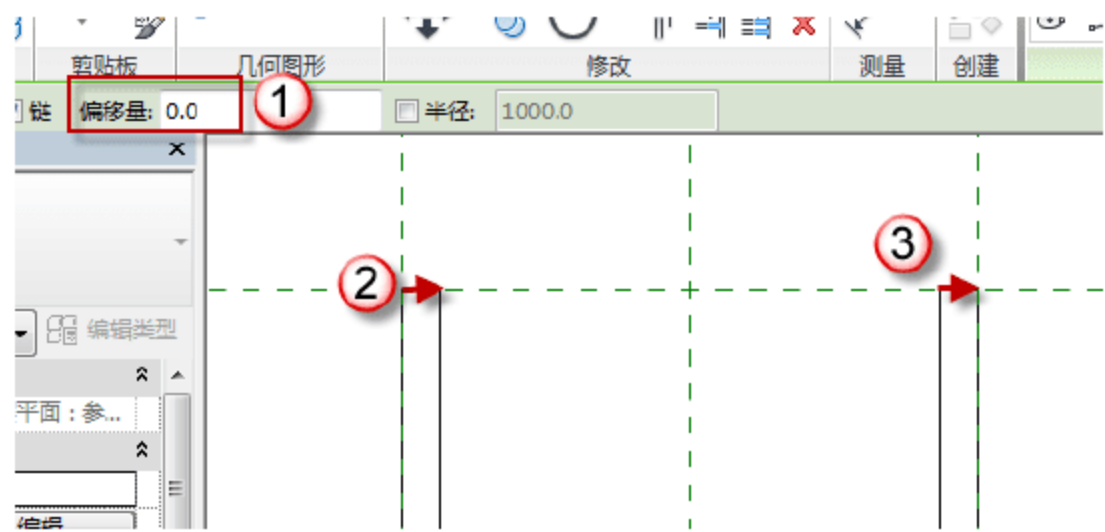

图 12.2.7 完成檐口的绘制
(7) 完成檐口的绘制。在“偏移量”后将“20”改为“0”，然后绘制直线，将檐口的轮廓闭合，如图 12.2.7 所示。